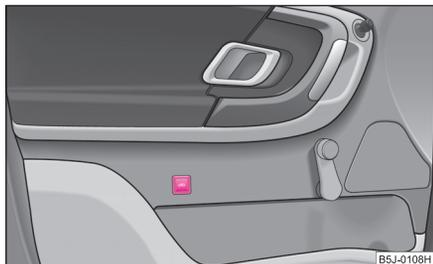

Fig. 27 Tecla de la vigilancia del habitáculo
- Pulse la tecla  en la puerta del conductor ⇒ fig. 27.